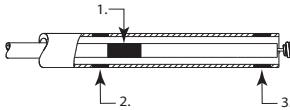

Abbildung 2
- Schieben Sie den ablösbarer Axium™ Prime Coil weiter vor, bis die Markierung zur Coilausrichtung des Implantat-Pushers genau distal der proximalen Markierung des Mikrokatheters liegt (siehe Abbildung 2).